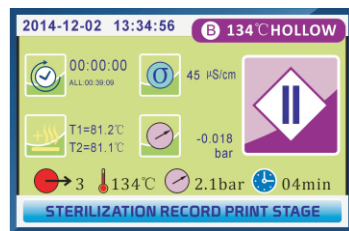

Fig.5.3-16
5.3.1.13. STERILIZATION RECORD PRINT STAGE(Fig.5.3-16)